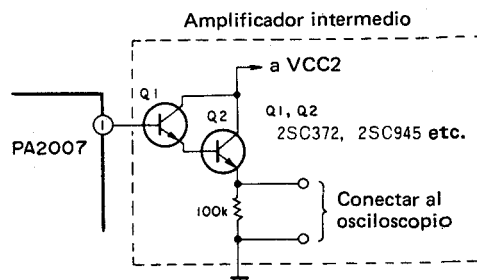

Fig. 11-3 Conexión del amplificador intermedio
5. Una vez aparece la forma de onda mostrada en la Fig. 11-4 en el osciloscopio, ajustar la ganancia del osciloscopio de modo que el pico de la forma de onda de diente de sierra está en la división 5. Luego, ajustar VR1 (33-1/3 rpm) a $a:b = 2,7:2,3$ como se muestra en la Fig. 11-3. (Tener cuidado porque el ruido se introduce con facilidad.)